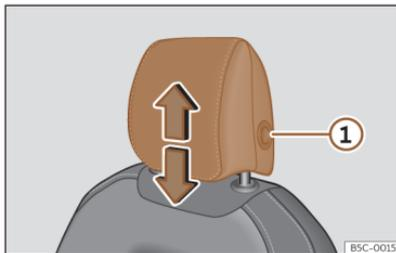
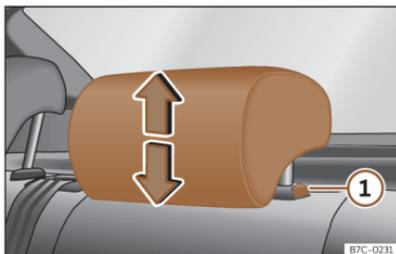

Abb. 91 Vordersitz:
Abb. 92 Kopfstütze hinten:
Gehen Sie zum Absenken auf gleiche Weise vor und drücken Sie die seitliche Taste **①** >>> (**Abb. 91**), >>> (**Abb. 92**).